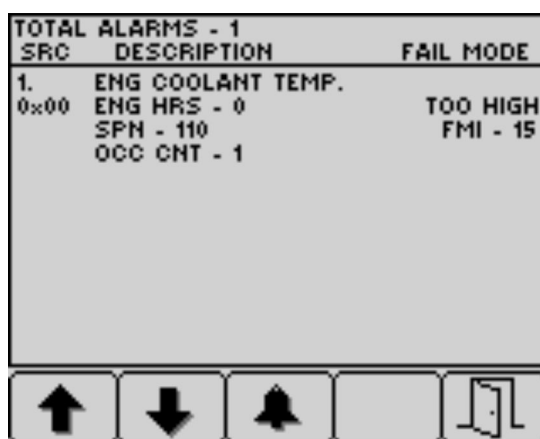

図 45
4. ボタン5を押すと不具合表示を出てホーム画面に戻る。図 45
5. ボタン5を押すと不具合表示を出てホーム画面に戻る図 45 エンジン関係のアドバイス (ページ 36)を参照。